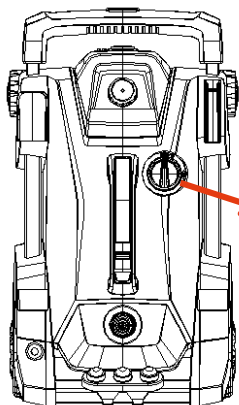

Рис. 7
- Убедившись, что шланг подачи воды подсоединен к мойке, подключите мойку к сети и включите поворотом вправо выключателя (поворот из положения «ВЫКЛ./0» в положение «ВКЛ./1») и нажмите на курок пистолета, как показано на рис. 7 и рис. 8.